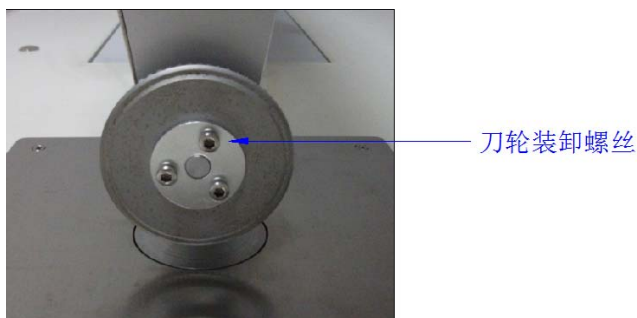

图 6
2. 切刀轮的更换（如图 6 所示）
拆下图 6 中的 3 颗刀轮装卸螺丝，换好后按原位装上即可（如图 6 所示）。